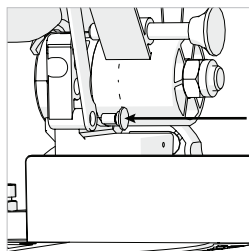

図28
- ・ ブレードカバー留めアーチを元の状態に戻し、六角穴付ネジを戻して固定します。(図28)